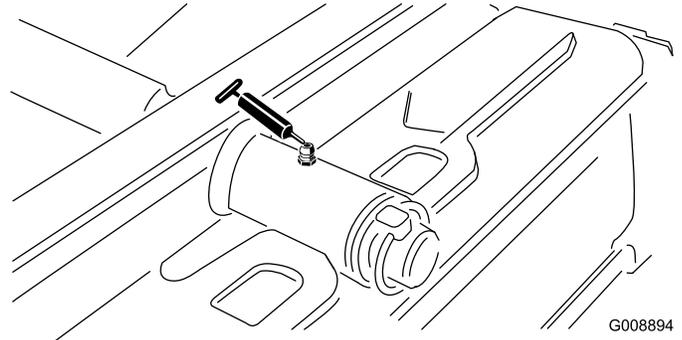

Figure 30
- Pivot de plateau de coupe arrière (Figure 30)